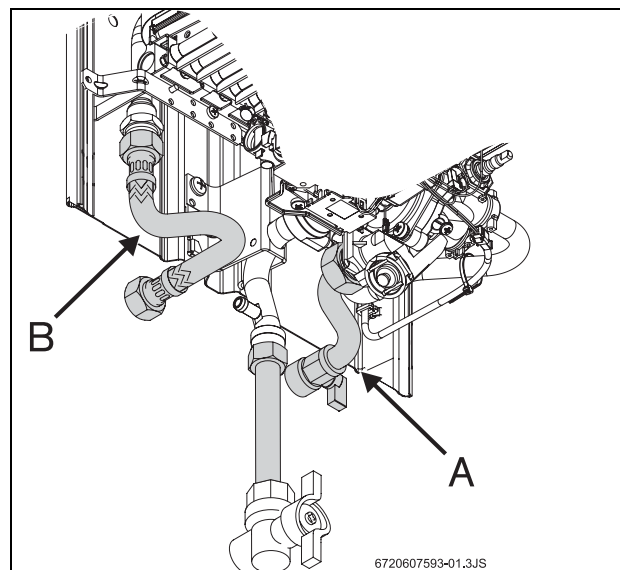

Fig. 4 Conexión del agua
- ▶ Identificar el tubo de agua fría (Fig. 4, pos. A) y el tubo de agua caliente (Fig. 4, pos. B), para evitar cualquier conexión equivocada.